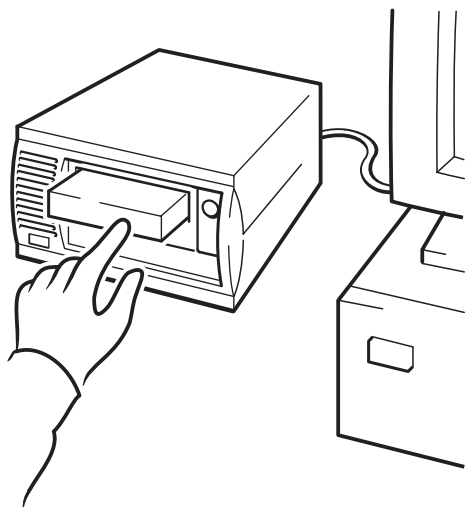

Figure 10a: using HP OBDR, step 1
- 1 最新のブート可能カートリッジをテープ・ドライブに挿入します（図 10a を参照）。カートリッジには、CD-ROM フォーマットでテープにデータを書込むバックアップ・アプリケーションを使用する必要があります。